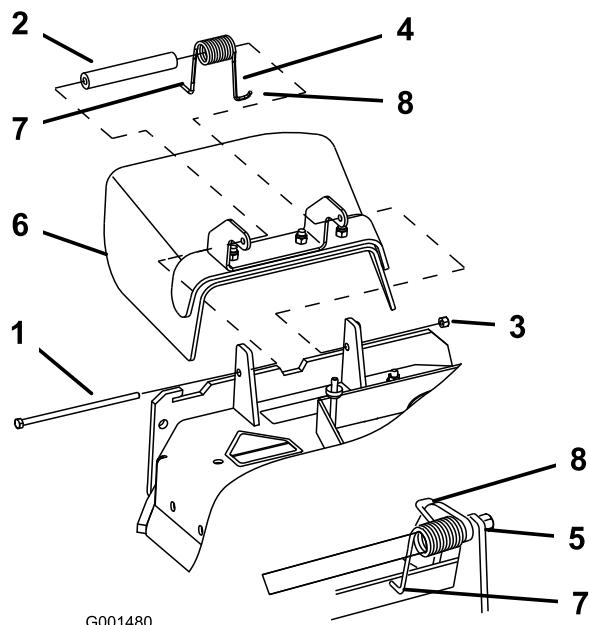

Figure 64
1. Retirez le contre-écrou, le boulon, le ressort et l'entretoise qui fixent le déflecteur aux supports de pivot (Figure 64). Enlevez le déflecteur s'il est endommagé ou usé.
Remarque: Prenez soin de placer l'extrémité en L du ressort derrière le bord du plateau avant de mettre le boulon en place, comme indiqué à la Figure 64.
3. Remettez le boulon et l'écrou. Accrochez l'extrémité en J du ressort au déflecteur d'herbe (Figure 64).